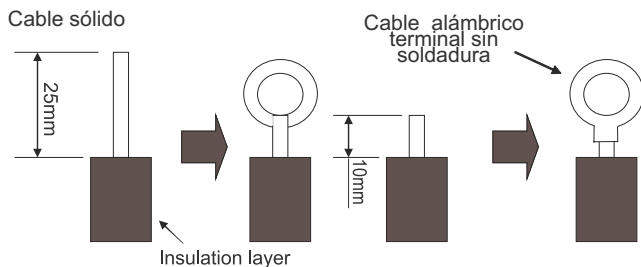

Fig.39
##### (1). Para cable con núcleo sólido (Fig.39)
##### (2). Conexiones alámbricas (Fig.39)